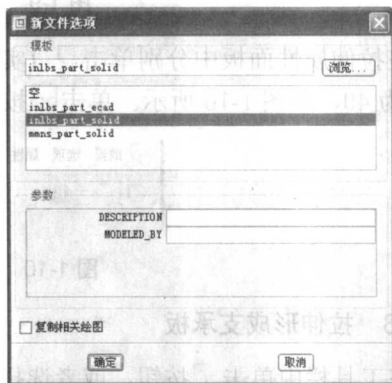

图 1-7 【新文件选项】对话框
(3) 在出现的如图 1-7 所示的【新文件选项】对话框中, 选择相应的模板, 单击【确定】按钮, 进入特征创建的窗口。